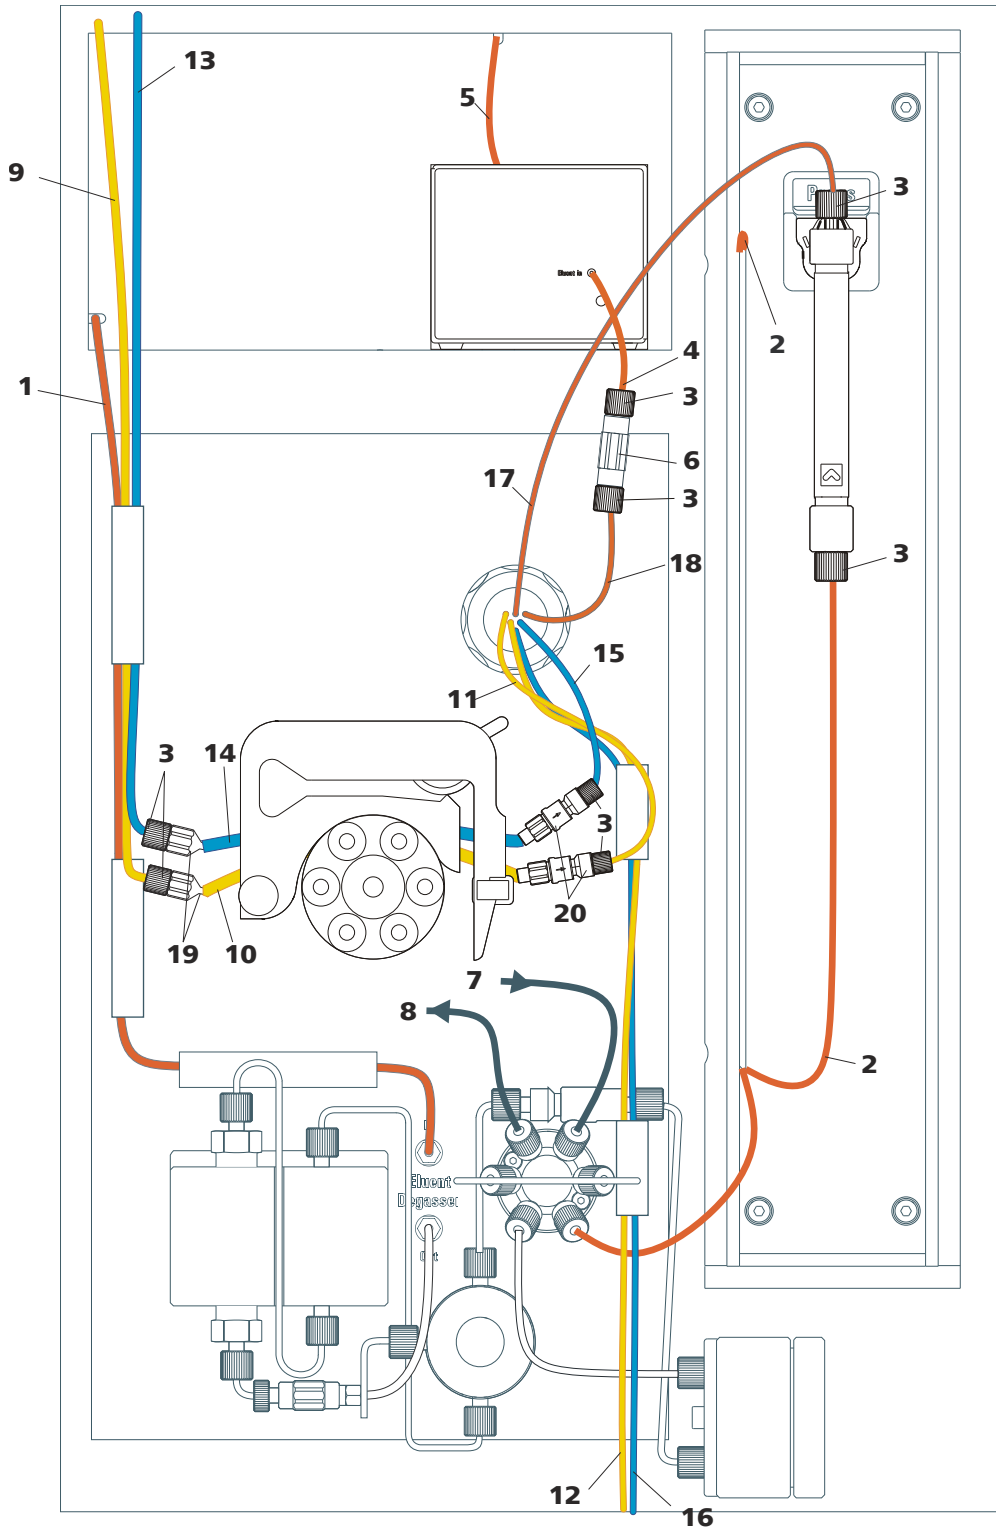

Figura 3 Diagrama de instalação 881 Compact IC pro – Anion
- um diagrama de instalação (*ver figura 3, página 16*) que representa um 881 Compact IC pro – Anion completamente instalado.